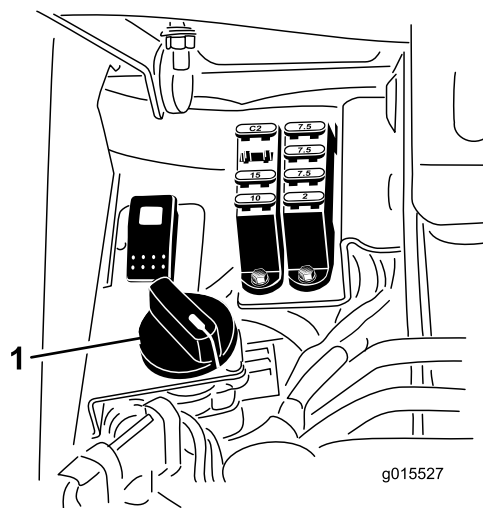

Figure 60
6. Tournez la commande de vitesse des cylindres à la position 1 (Figure 60).